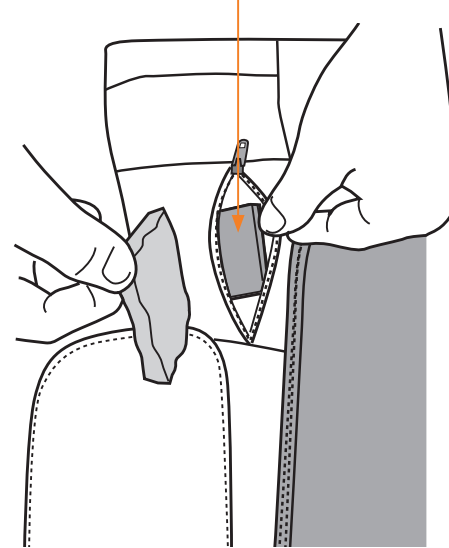

Fig.24
2. Abra la cremallera del bolsillo y retire el cuadrado de espuma (Fig.24).